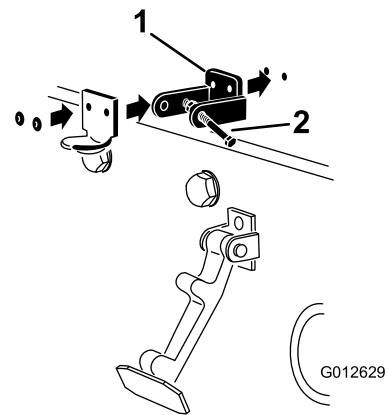

Figura 18
3. Mentre allineate i fori di montaggio, posizionate la staffa di bloccaggio CE e la staffa del fermo del cofano sul cofano. La staffa di bloccaggio deve essere contro il cofano (Figura 18). Non rimuovete il gruppo dado e bullone dal braccio della staffa di bloccaggio.
5. Rivettate le staffe e le rondelle al cofano (Figura 18).